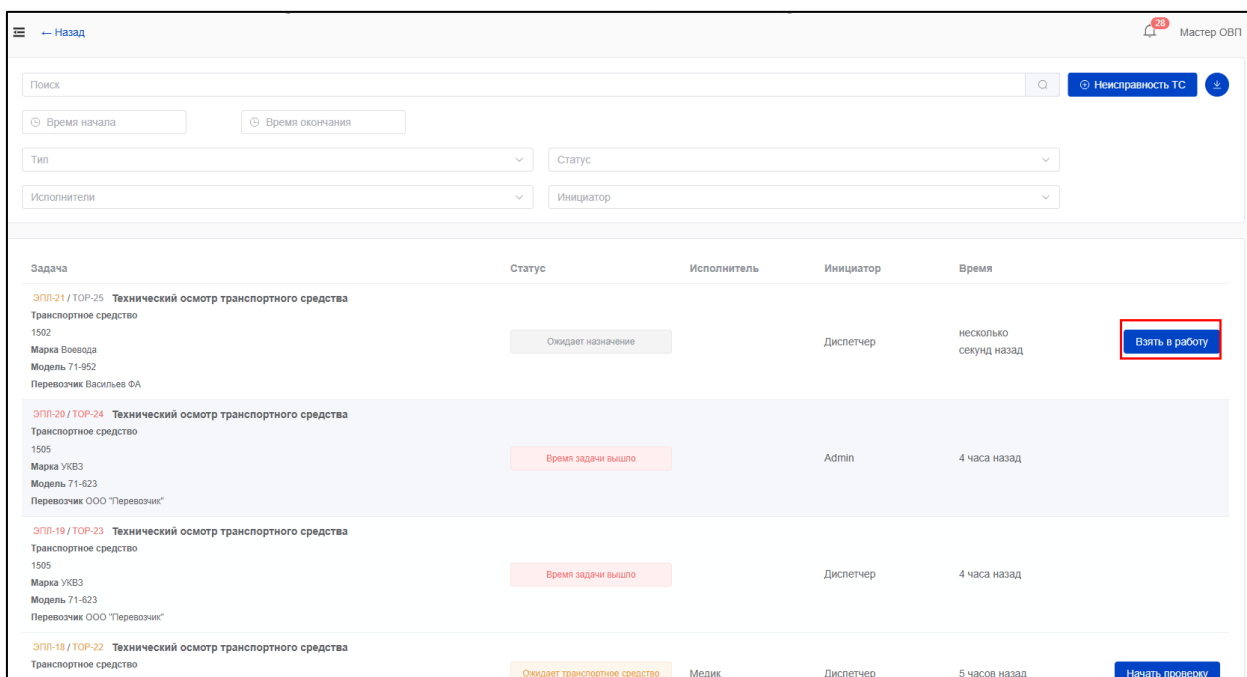
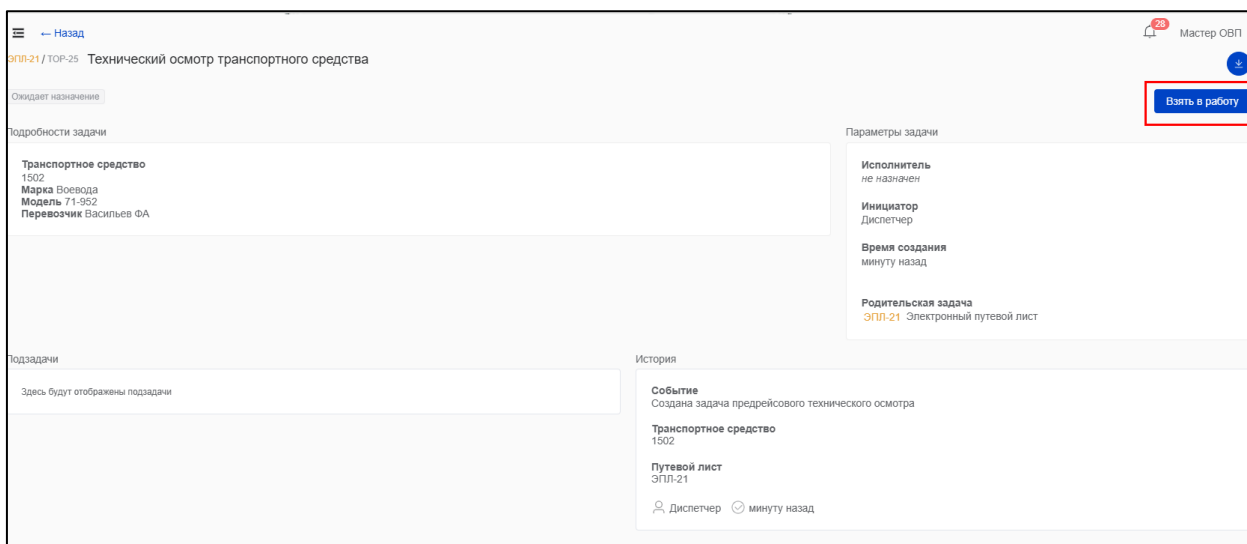

Рисунок 43 – Кнопка «Взять в работу» в списке задач
Рисунок 44 – Кнопка «Взять в работу»
2) В списке задач выбрать найденную задачу, которая будет назначена для выполнения текущему пользователю, и нажать для нее кнопку «Взять в работу» (Рисунок 43). Также можно нажать кнопку «Взять в работу» в интерфейсе открытой задачи (Рисунок 44).